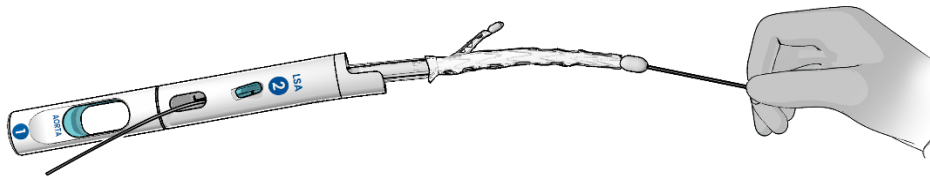

Figura 8. Inserimento del filo guida aortico nella punta aortica Arcevo™ LSA dopo la rimozione del filo di formatura
- 11.2.7 Se il sistema di rilascio non viene pre-formato, si raccomanda di utilizzare un filo guida aortico da 0,035" (0,89 mm) per introdurre il sistema Arcevo™ LSA nell'aorta toracica. Rimuovere il filo di formatura e inserire il filo guida aortico precaricando il filo nel sistema di rilascio attraverso l'accesso per il filo guida. In alternativa, il filo guida può essere inserito mediante approccio femorale e alimentato attraverso il sistema di rilascio Arcevo™ LSA tramite la punta aortica fino alla fuoriuscita dall'impugnatura (**Figura 8**).